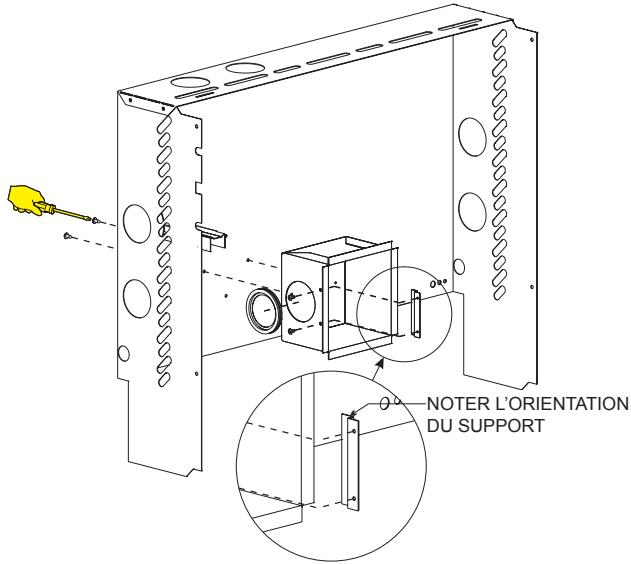

Figure 6
- Pour une installation en configuration à ventilation directe, monter le support d'arrêt de tuyau sur l'intérieur du caisson d'air et poser le joint du connecteur d'admission bleu sur le caisson de transition. Fixer le caisson de transition sur le capot arrière à l'aide des deux vis à tête Phillips n° 8-18 x 1/2 fournies. S'assurer que l'orifice du caisson de transition est aligné sur la débouchure. **Voir Figure 6.**